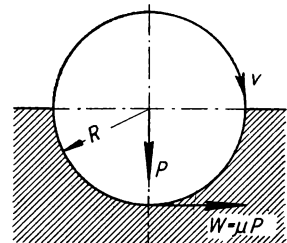

Bild 236
**361.** Ein Tragzapfen, mit  $P$  kg belastet (Bild 236), dreht sich im Lager mit der Umfangsgeschwindigkeit  $v$ . Wie groß ist a) der Reibungswiderstand am Zapfenumfang? b) das der Drehung widerstehende Reibungsmoment? c) die zur Überwindung der Zapfenreibung aufzuwendende Leistung?